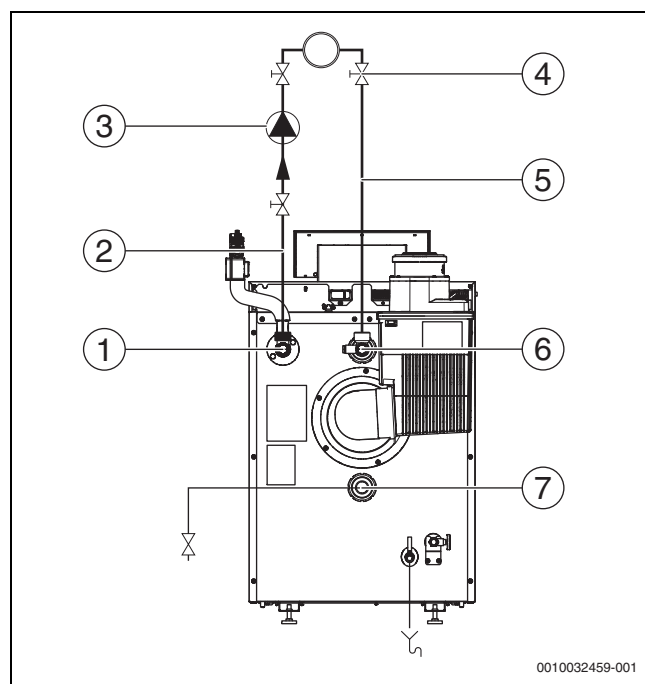

Bild 19 Anschlussschema Hydraulik (dargestellt KB195i-19/25 BZ)
- Ausdehnungsgefäß am T-Stück des Rücklaufs anschließen (→ Bild 19, [3], Seite 19).